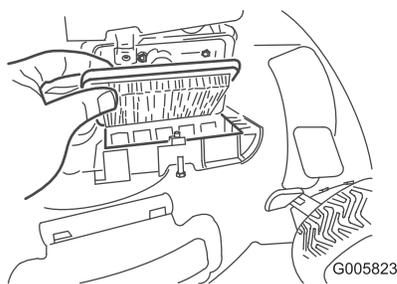

Bild 40
2. Tauschen Sie den Luftfilter aus (Bild 40).